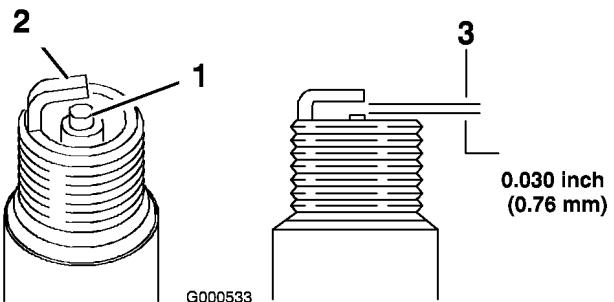

Figure 43
- Examinez le centre des bougies (Figure 43). Si le bec de l'isolateur est recouvert d'un léger dépôt gris ou brun, le moteur fonctionne correctement. S'il est couvert d'un dépôt noir, c'est généralement signe que le filtre à air est encrassé.
- Contrôlez l'écartement entre l'électrode centrale et l'électrode latérale (Figure 43). Courbez l'électrode latérale (Figure 43) si l'écartement est incorrect.